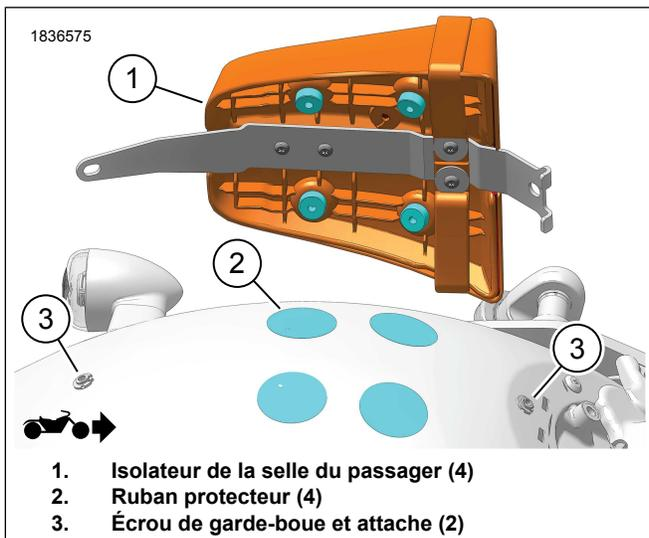
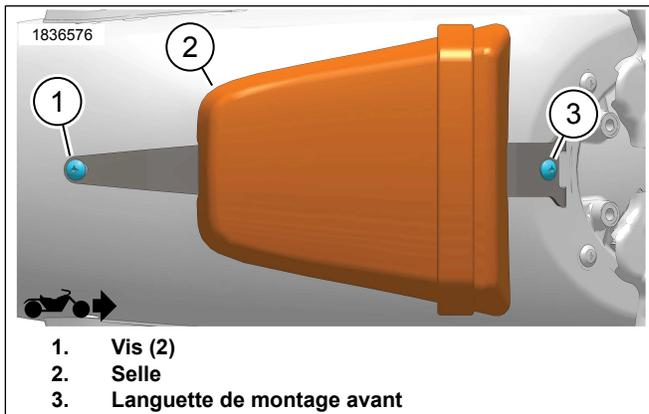

Figure 3. Ruban protecteur
Figure 4. Installer la selle du passager
1. Voir la Figure 3. Installez les écrous de garde-boue et les attaches (3).
2. Marquez et apposez le ruban protecteur (2).
- a. Marquer le fond des isolateurs de selle du passager (1) à l'aide d'une craie.
- c. Placer le ruban protecteur (2) sur le garde-boue arrière sur les marques.
3. Voir la Figure 4. Installez la selle du passager.
- a. Mettre en place la languette de montage avant (3).
- b. Fixer à l'aide des vis (1). Serrer.